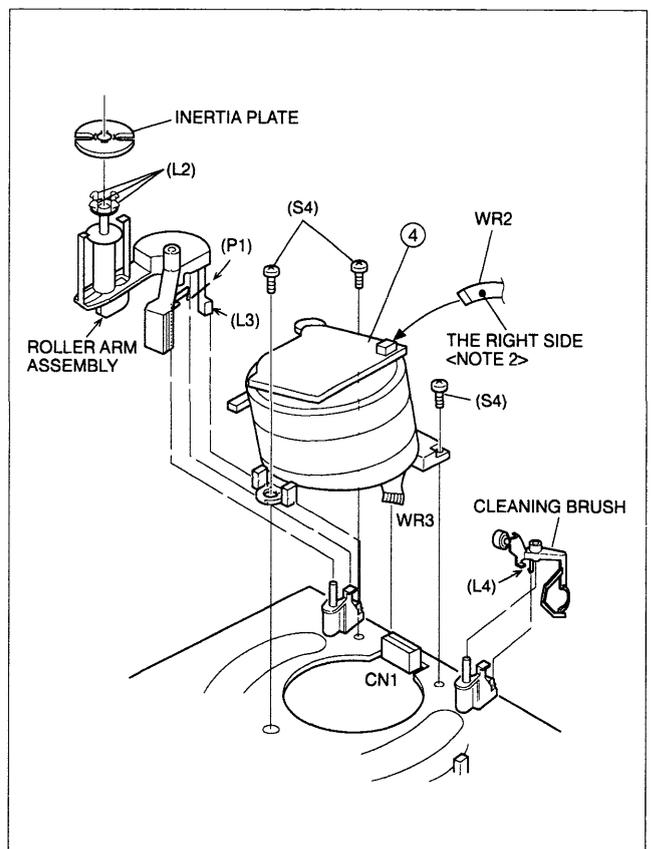
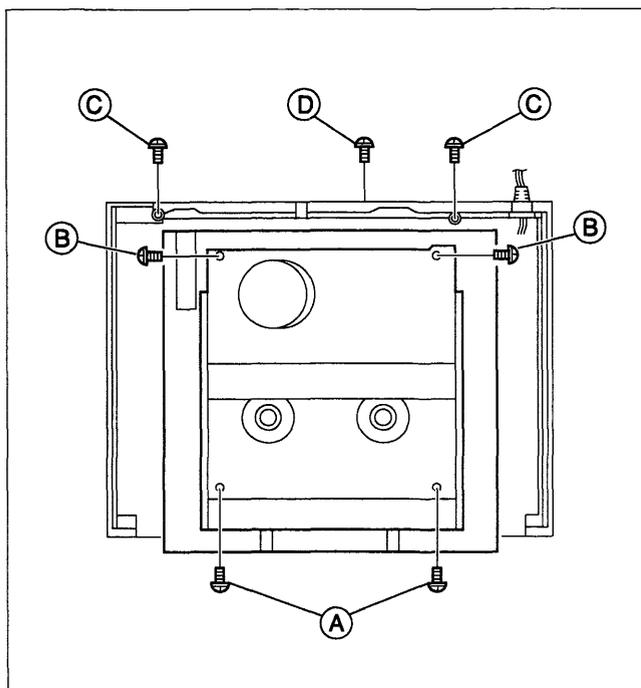

Fig D4
Fig 1-4-1
- (1) Remova a tampa superior e o Painel Frontal. (Veja 1 3 MÉTODO DE MONTAGEM E DESMONTAGEM Tome cuidado de não puxar os fios do Cilindro (Fig D4) do CN1)
- (2) Abaixar o compartimento cassete, e faça os preparativos necessários a fim de remover os parafusos do mecanismo (Ver Procedimento para abaixar o compartimento cassete na página 5 de 1 3 MÉTODO DE DESMONTAGEM E MONTAGEM).
- (3) Retire os dois parafusos Ⓐ, dois parafusos Ⓑ como mostra a Fig 1-4-1
- (4) Remova os cabos CN2 e CN3005 do Painel Principal, e CN1004 do Painel 2D S-VHS
- (5) Retire os dois parafusos Ⓒ do Painel Principal e o parafuso Ⓓ da tampa inferior (Veja Fig 1-4-1)
- (6) Remova a trava Ⓔ enquanto levanta a borda do Painel Principal, então remova o painel e o mecanismo juntos Neste estágio tome cuidado com os cabos e os conectores RCA na parte posterior do Painel